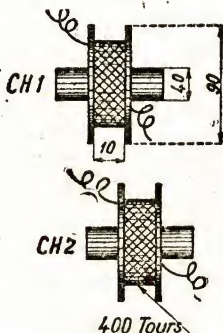

Figure 2
3) Dans la figure 2 le cette description, nous avons la représentation détaillée du bob-